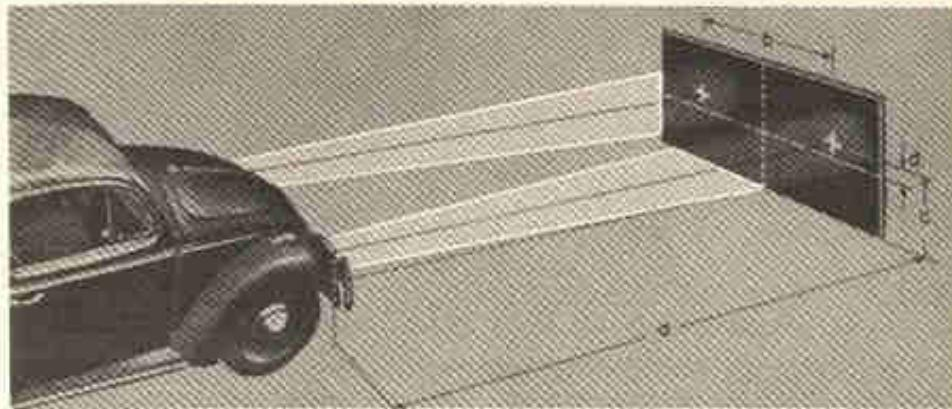

Fig. 12-S — Regulagem dos faróis
- 2) Marque na parede duas cruzes, de acordo com as medidas dadas na fig. 12-S.